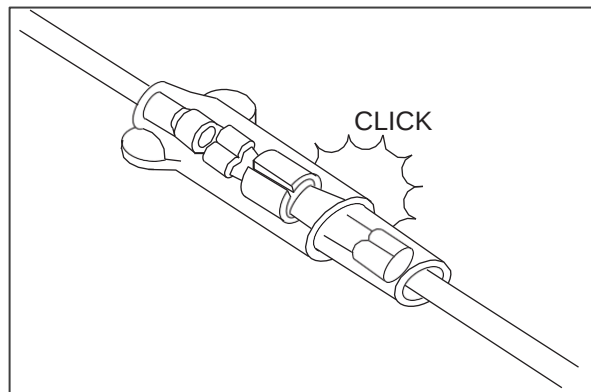

Fig. 5.1
- Al conectar, asegúrese de presionar hasta que se escuche un 'click'. (Fig. 5.1)